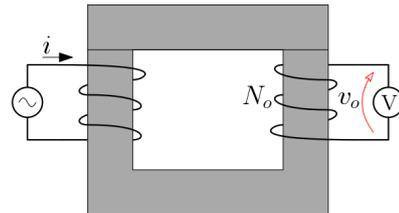

Figura 4.3: Circuito para o item III -
- Utilizando os núcleos em formato de **U** e **I**, montar o circuito da Figura 4.3. Utilize duas bobinas de 250 espiras;